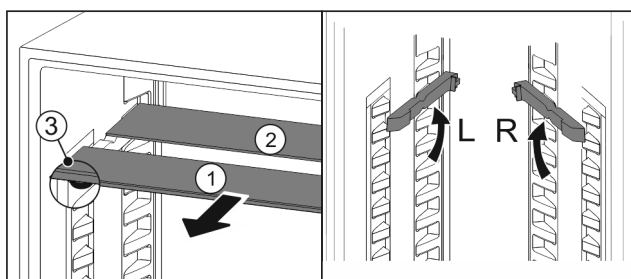

Fig. 126
- ▶ Skleněné desky jednotlivě vytáhněte dopředu Fig. 126 (1).
- ▶ Skleněná deska Fig. 126 (1) s ozdobnou lištou leží vpředu.
- ▶ Zárážky Fig. 126 (3) směřují dolů.